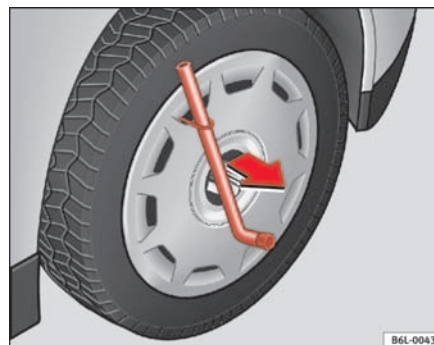

Fig. 132 Retirar embellecedor integral
- Retire el embellecedor integral de la rueda con la llave y el gancho de alambre\*. ⇒ fig. 132